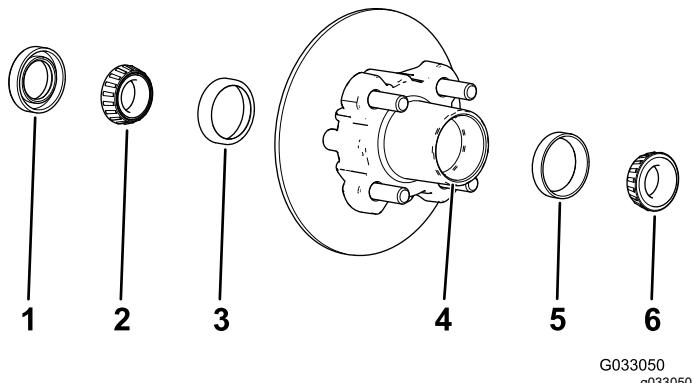

Figura 33
- Retire o rolamento exterior e a correia do rolamento do cubo (Figura 33).
- Retire o rolamento interior do cubo (Figura 33).
- Limpe a cavidade do cubo de lubrificante, sujidade e detritos (Figura 33).
- Encha a cavidade do cubo 50 a 80% com o lubrificante especificado (Figura 33).
- Monte o rolamento interior na correia no lado interior do cubo e coloque o vedante (Figura 33).